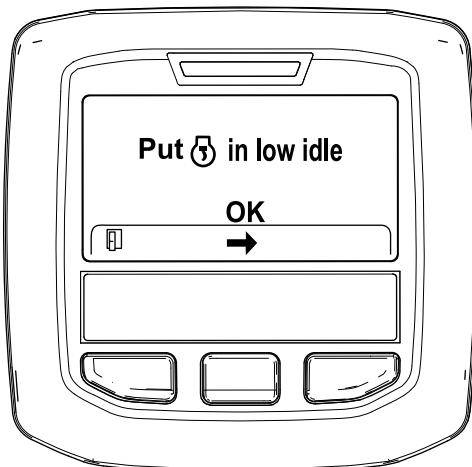

Figura 33
6. Mova o controlo da aceleração para RALENTI BAIXO e prima o botão central (Figura 33).